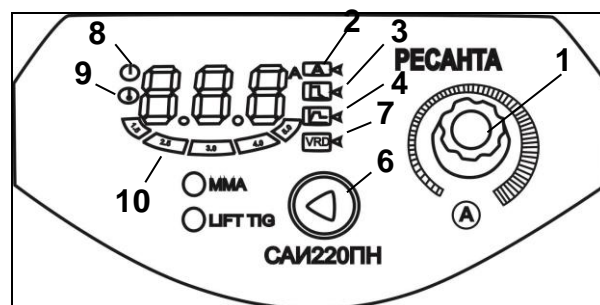

Рис.3 Элементы управления дисплеем САИ-220ПН и САИ-250ПН
6. Кнопка переключения между режимами MMA и Tig Lift (рис.3) (модели САИ-220ПН и САИ-250ПН).
7. Индикатор функции VRD – в моделях САИ-160ПН и САИ-190ПН VRD работает автоматически. В моделях САИ-220ПН и САИ-250ПН с помощью переключателя 1 (рис. 3) можно вкл/откл режим в зависимости от технологических задач.